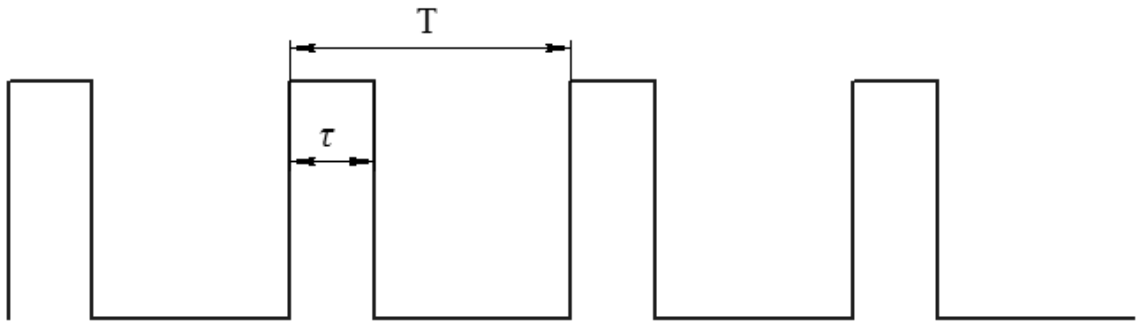

Рисунок 2 – Широтно-импульсная модуляция
**ШИМ, широтно-импульсная модуляция, или длительно-импульсная модуляция (ПДМ), – это метод уменьшения средней мощности, подаваемой электрическим сигналом, путем эффективного разделения его на дискретные части. Период импульсов T остается неизменным, в то время как длительность импульсов τ контролируемым образом может регулироваться в пределах периода (Рис. 2).*